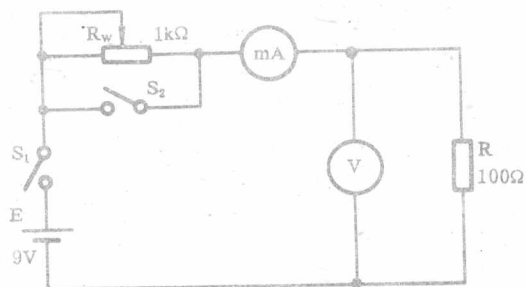

图 2-1 欧姆定律实验电路
实验电路如图 2-1 所示。
4. 按图 2-1 接线。注意：把电位器 R_W 的滑臂置于左边。